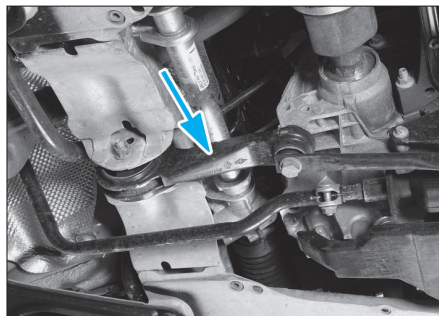

Fig. 2
- Déposer la biellette de reprise de couple (Fig.2).